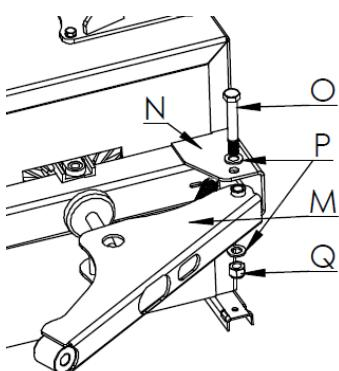

Fig. 8
- Plaats de arm (M, fig.8) in de houder (N, fig.8), die op de machine zit, en zet de arm (M, fig.8) vast met bout (O, fig.8), ring (P, fig.8) en moer (Q, fig.8).